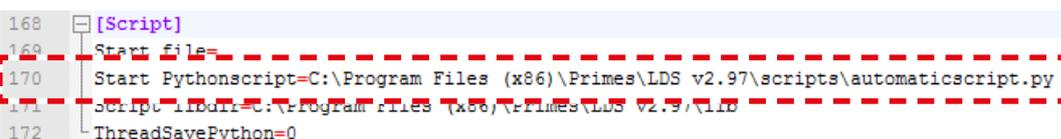

Abb. 19.25: Eintrag des Automatikskriptes
3. Tragen Sie die Datei **automaticscript.py** ein, wie in Abb. 19.25 (Zeile 170) dargestellt.